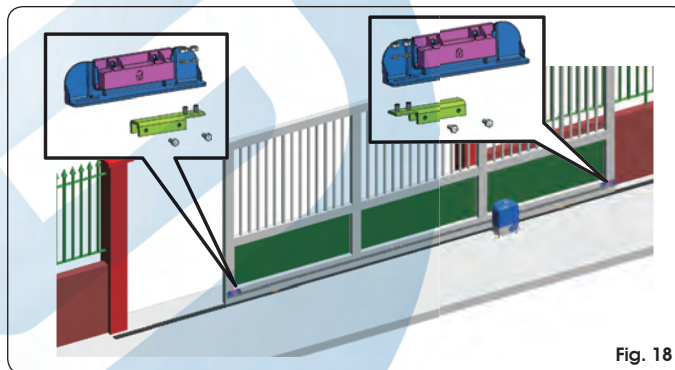

Fig. 18
L'opérateur est muni d'un fin de course magnétique qui commande l'arrêt du mouvement du portail au moment où l'aimant, fixé dans la partie supérieure de la crémaillère, active le capteur. Les aimants fournis avec l'opérateur sont spécialement polarisés et actionnent uniquement un contact du capteur, le contact de fermeture ou le contact d'ouverture. Sur l'aimant qui actionne le contact de portail ouvert est reproduit un cadenas ouvert, vice versa sur l'aimant qui active le contact de portail fermé est reproduit le symbole d'un cadenas fermé (voir Fig. 18).
- ① Assembler les deux aimants d'après la figure 18.